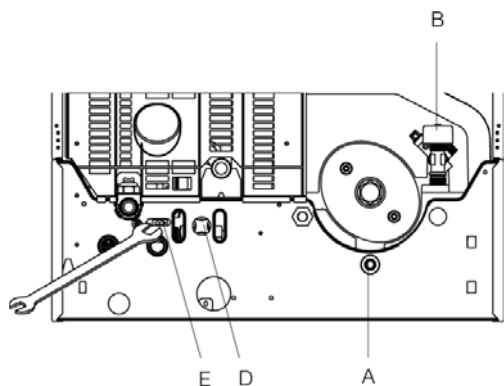

Рис. 3.14
- в стандартную комплектацию котла входит трубка, соединенная с клапаном слива воды из котла (E)
- ослабьте клапан (E) через отверстие, расположенное в дне котла (рис. 3.14)